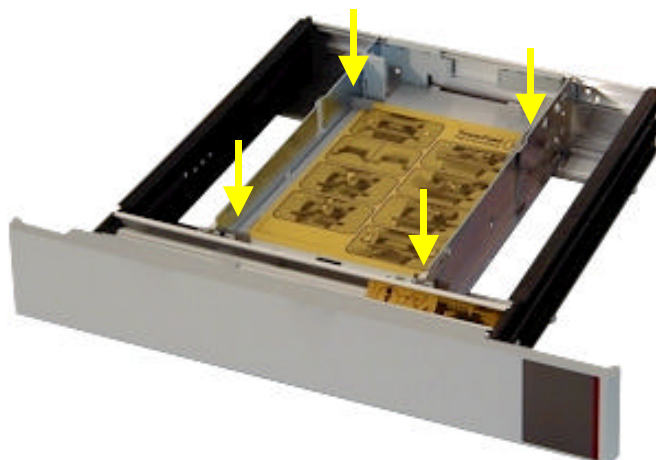

Abb. 10 TowerFeed Schublade mit Transportsicherungen
- Schubladen bis zum Anschlag öffnen, leicht anheben und vollends herausziehen. Die 4 Transportsicherungen entfernen (zwei auf jeder Seite, Abb. 10) und für evtl. späteren Transport aufbewahren. Schubladen wieder einsetzen und schliessen.
- TowerFeed Schubladen herausnehmen und die Transportsicherungen einsetzen (Abb. 10). Diese sind zum Schutz vor allfälligen Transportschäden erforderlich.
- Schubladen bis zum Anschlag öffnen, leicht anheben und vollends herausziehen. Die 4 Transportsicherungen entfernen (zwei auf jeder Seite, Abb. 10) und für evtl. späteren Transport aufbewahren.